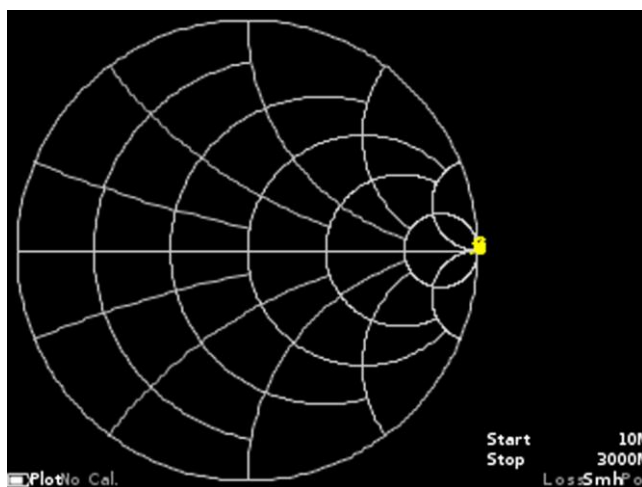

Рисунок 9.22 – Диаграмма Вольперта-Смита после калибровки прибора
9.9.1. Проведите полную однопортовую калибровку прибора в соответствии с п. 9.5 настоящего «Руководства». График Вольперта-Смита, или полярная диаграмма, при успешном проведении калибровки будет стягиваться в окружность с минимальным радиусом (Рисунок 9.22).